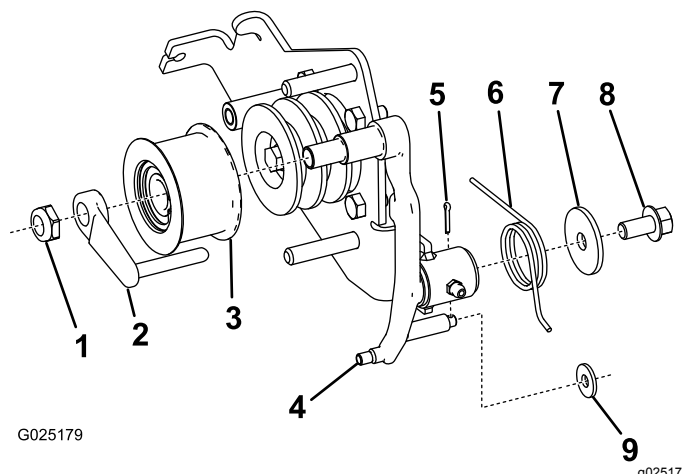

Figura 2
4. Retire el muelle de torsión, la arandela, el perno y el acoplamiento del cable de la palanca del embrague (Figura 2).
2. Instale el muelle de torsión, la arandela y el perno existentes en la palanca de embrague nueva (Figura 2).